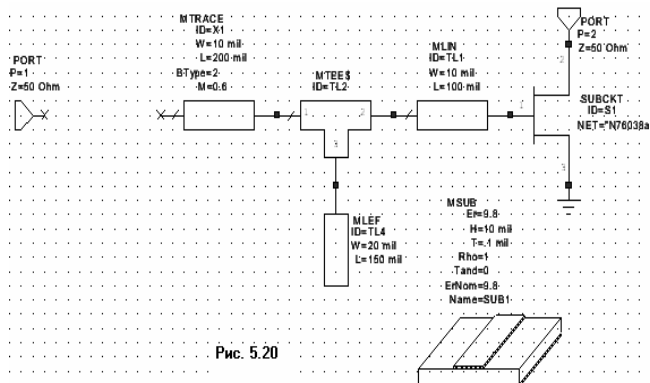

Рис. 5.20
3. Нажмите и удерживайте клавишу **Ctrl**, нажмите левую кнопку мышки и, не отпуская её, оттащите порт влево от элемента **MTRACE**, как показано на рис. 5.20.